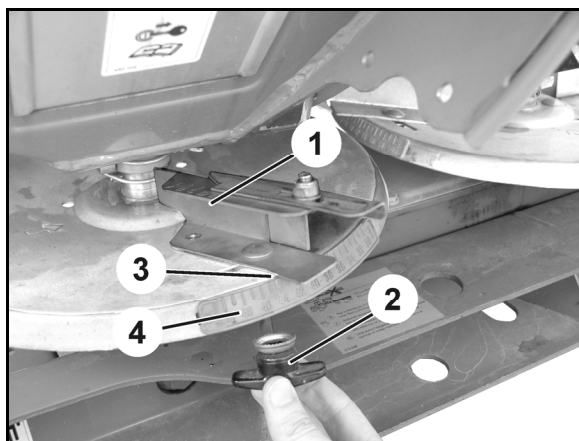

Fig. 80
5. Grensespredeskiven (Fig. 80/1) monteres på spredeskiven ved hjelp av vingemuttere (Fig. 80/2).
6. Sett avlesekannten (Fig. 80/3) på riktig bokstav i skalaen (Fig. 80/4) og still inn i henhold til spredetabellen før vingemutrene (Fig. 80/2) trekkes godt til igjen.